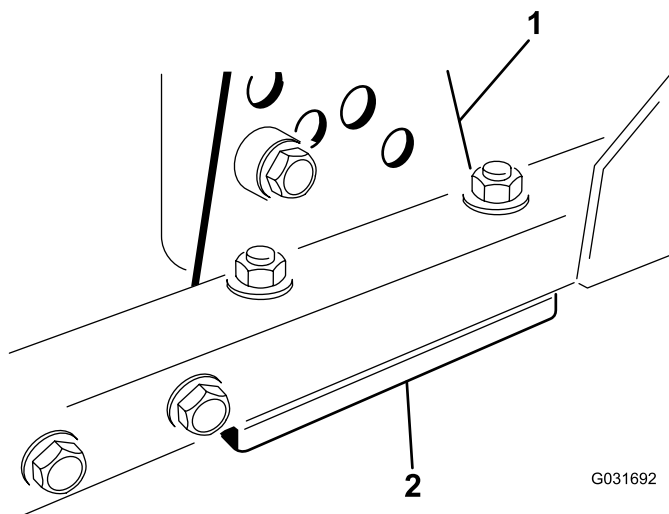

Figure 63
1. Retirez le support de hauteur de coupe (avant, gauche ou droit) du cadre du plateau de coupe (Figure 63).
2. Placez des cales de 1,5 mm et/ou une cale de 0,7 mm entre le cadre et le support du plateau pour obtenir la hauteur de coupe voulue (Figure 63).